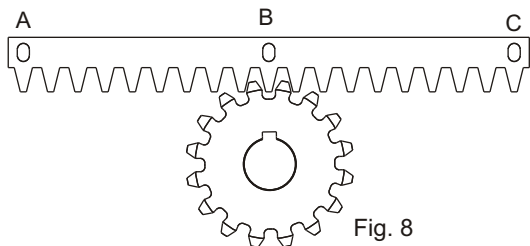
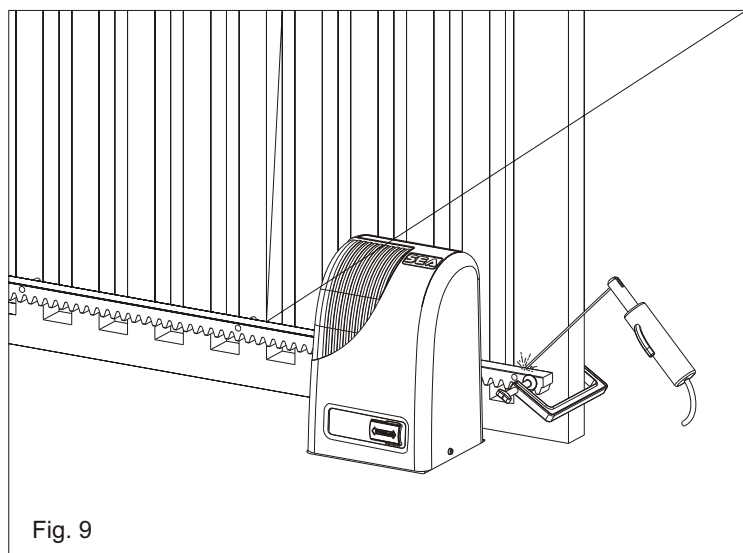

Fig. 8
Fig. 9
5.3. Suivant la figure 8, poser le premier élément de la crémaillère sur le pignon de façon qu'il résulte parallèle à la guide du pavement du portail et pointer par soudure l'entretoise "B" à la structure du portail (Fig. 9). Faire évoluer le portail jusqu'au point "C" et vérifier l'appui sur le pignon, pointer par soudure "C" puis idem pour "A";